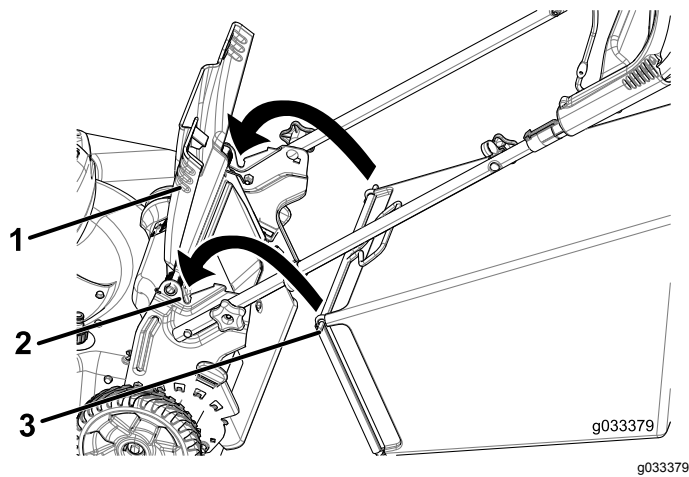

Рисунок 22
1. Поднимите и удерживайте задний дефлектор (Рисунок 22).
2. Установите травосборник и убедитесь, что его стержни вошли в пазы на рукоятке (Рисунок 22).